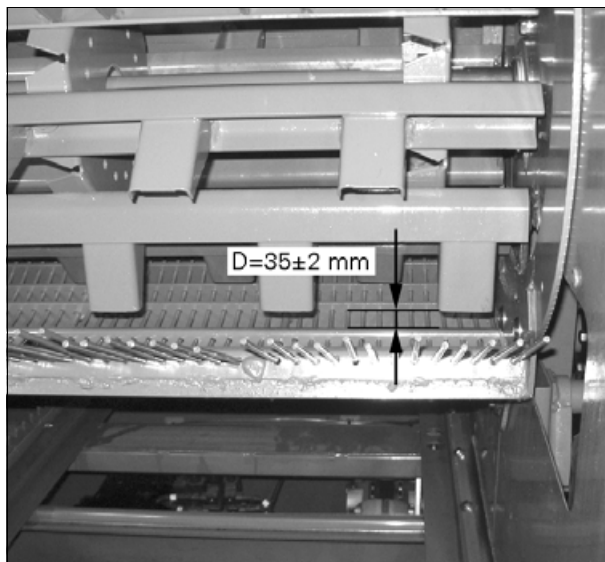

Рис. 6.
2. Установите регулировочный рычаг (B) в первый паз (E) (с меткой "35").
3. Ослабьте болты (C) регулировочного диска и отрегулируйте расстояние (D) *рис. 6* от самого высокого бича до задней поперечной планки подбарабанья сепаратора. Данное расстояние должно быть равно  $35 \pm 0,2$  мм с правой стороны.